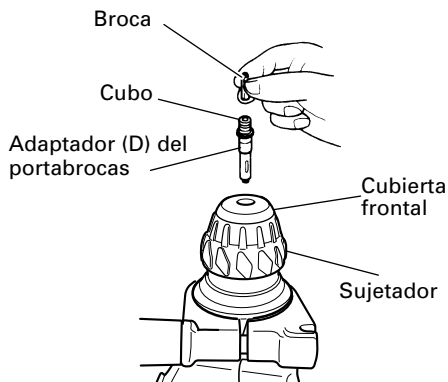

Fig. 8
4. Cuando coloque tornillos para metal (Fig. 8)
- No intente utilizar el martillo perforador con la función de rotación y golpeteo con el adaptador del portabrocas (D) y la broca instalados.
5. Atornillando tornillos para madera (Fig. 8)